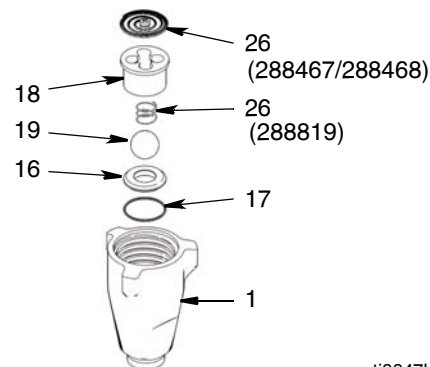

Рис. 3
3. (Рис. 3) Разберите впускной клапан. Очистите и проверьте уплотнительное кольцо круглого сечения (17). Вам может потребоваться использование спицы для снятия этого кольца.